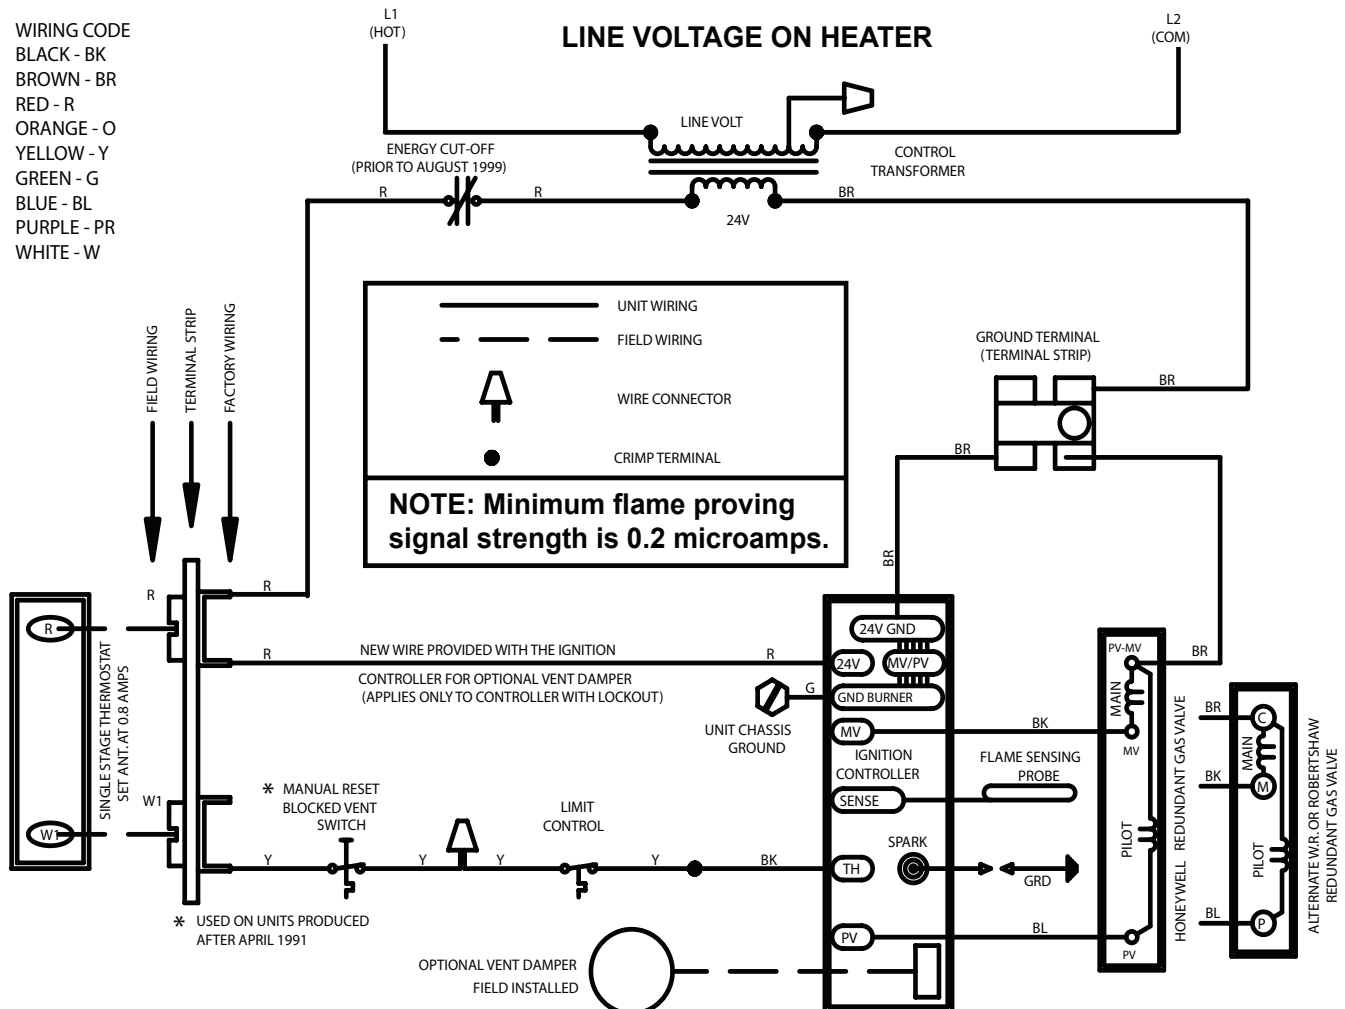

Figure 43. Schéma de câblage typique d'un pilote à un étage (avec ou sans verrouillage)
6. Branchez les câbles conformément à la Figure 43 :